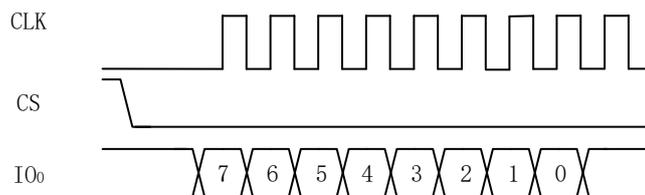

图 5 单线模式指令发送序列
1. 在单线模式下发送指令，需要将控制寄存器 3 (QSPI_CTRL3) 的 IAT 位配置成 0x00 或者 0x01。单线模式下的指令发送序列如图 5 所示。